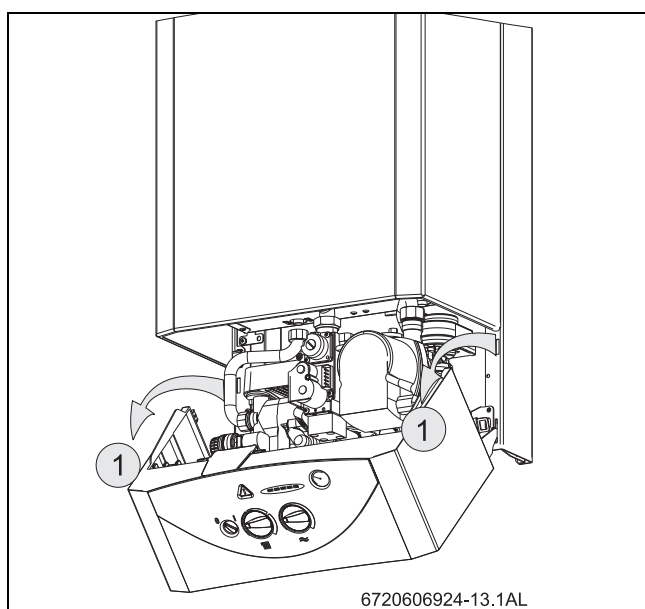

Fig. 25 Posición de servicio para el ajuste del gas
- ▶ Desconectar el interruptor principal (O) del aparato.
- ▶ Colocar el panel de mandos en la posición de servicio (ver Fig. 25).
- ▶ Aflojar el tornillo obturador (3) y conectar el manómetro de columna de agua al racor de medición.